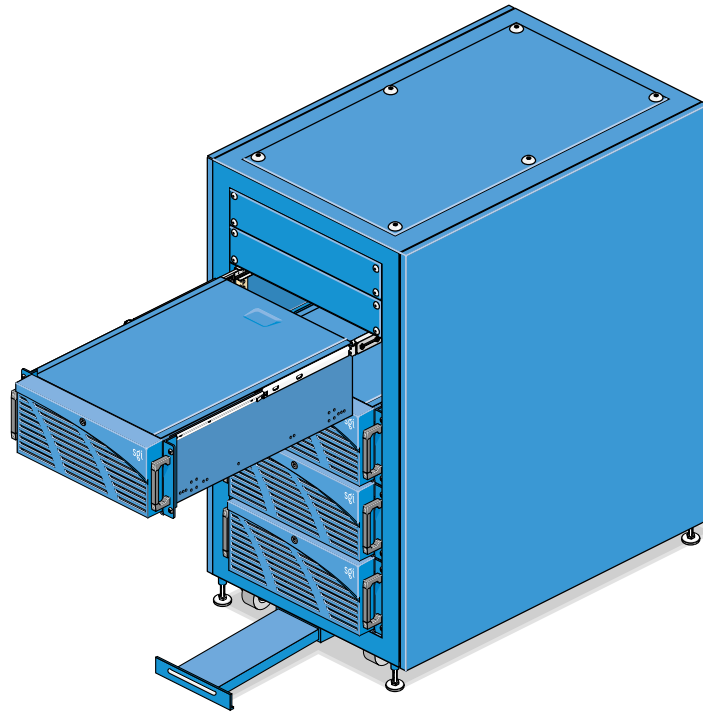

図 4-7 ラックからノードを引き出す
9. ノードのハンドルを持って、ノードをラックから引き出します（図 4-7 を参照）。